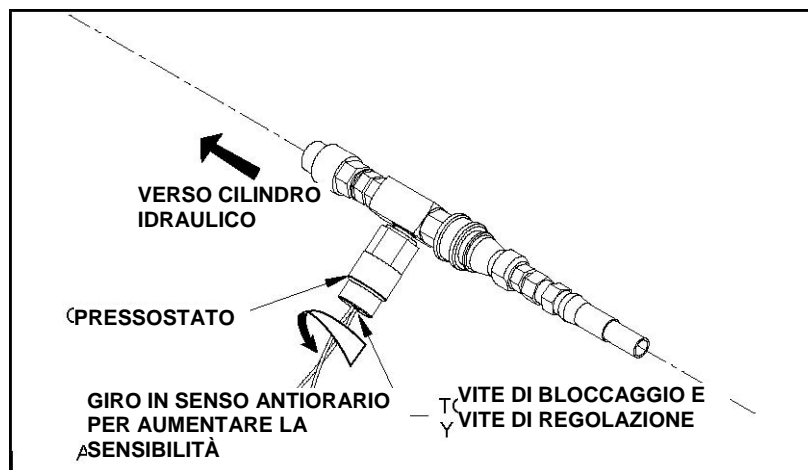

FIGURA 2-6: PRESSOSTATO DI ANTISTIVAGGIO
- a. Vedere la **Figura 2-6**. La vite di regolazione del pressostato è situata nella parte superiore del corpo, tra i due fili conduttori. Al di sopra di questa vite di regolazione si trova una vite di bloccaggio da rimuovere per procedere alla regolazione del pressostato.